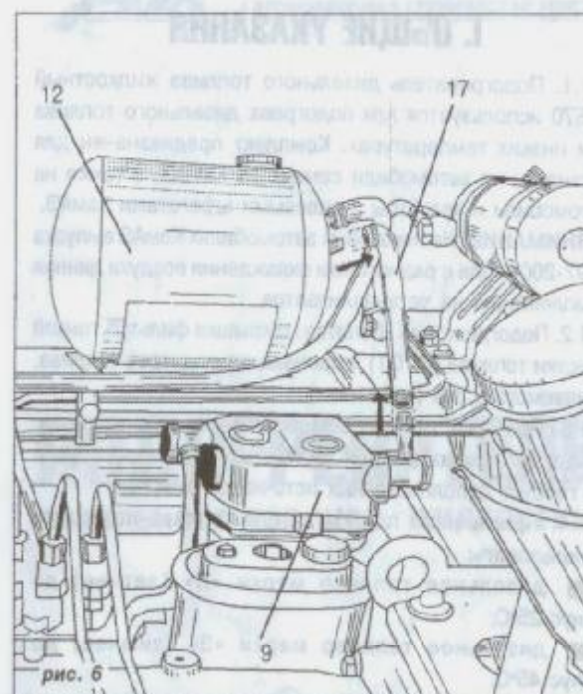

рис. 6
5. Демонтировать шланг поз.17, идущий от компрессора поз. 9 к расширительному баку поз.12\* (рис. 6).